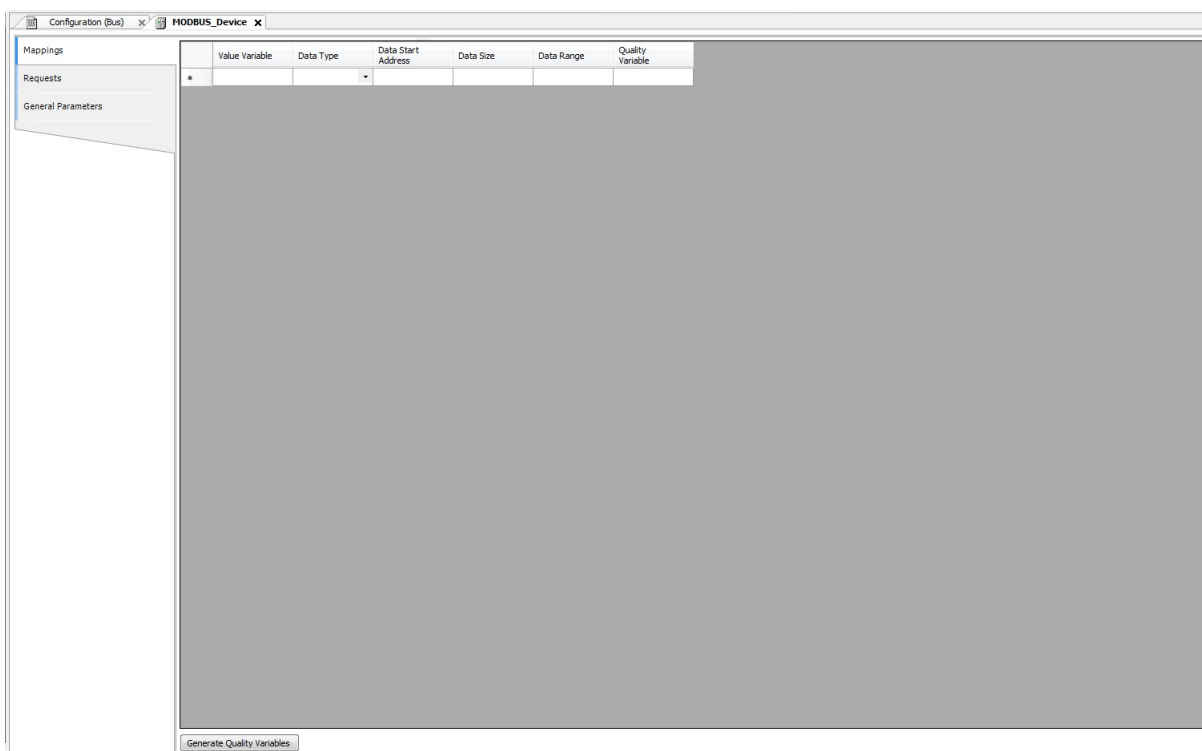

Рисунок 58: Экран сопоставления данных MODBUS
- Добавление и конфигурирование отображений MODBUS на вкладке Mappings (рис. 58), указав имя переменной, тип данных и начальный адрес данных, размер и диапазон данных заполняются автоматически.